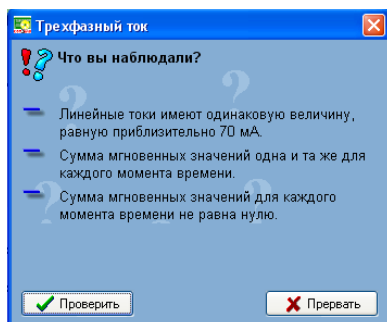

Рис. 12. Вопрос по эксперименту 2
16. Из предложенных ответов выбрать верные, ответив на вопрос по эксперименту (рис. 12).